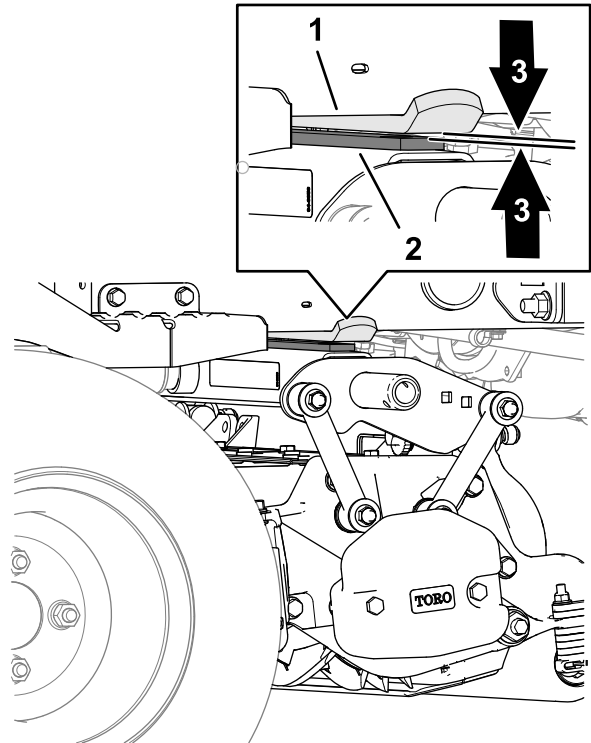

Figure 25
4. Sur l'unité de coupe arrière, mesurez l'espace entre la bande d'usure sur la barre d'usure de l'unité de coupe et la butée (Figure 25).